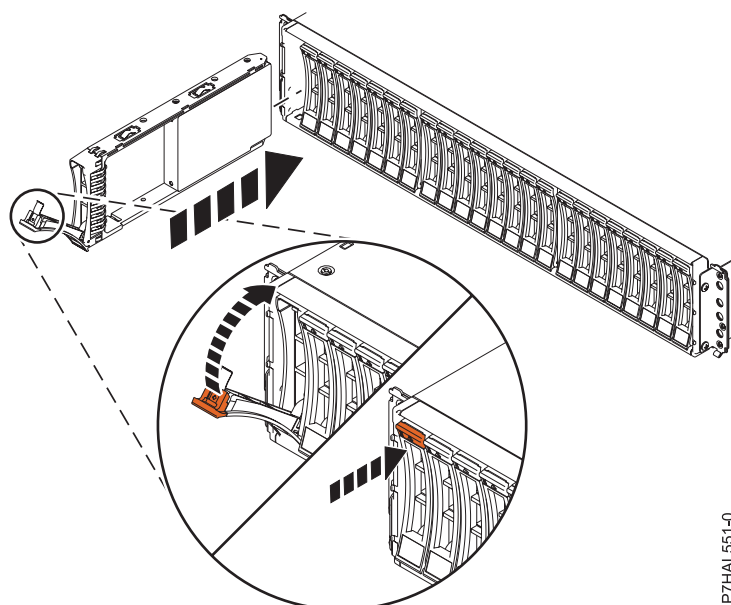

Figura 7. Instalación de la unidad de disco en Alojamiento de unidad de disco 5887
1. Con el asa en la posición de desbloqueo, consulte Figura 7 en la página 17, sostenga la unidad por la parte inferior mientras la alinea con los rieles de guía de la unidad de expansión.